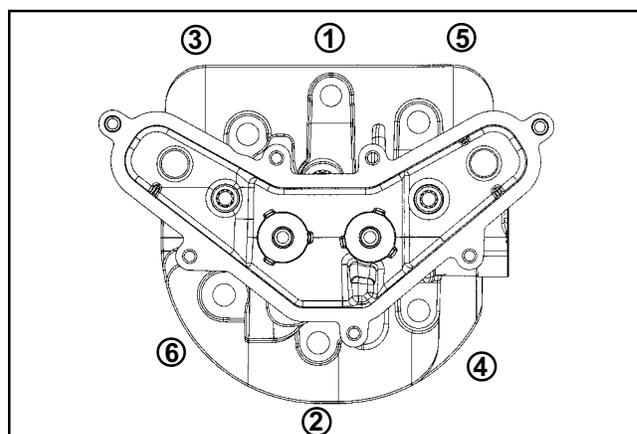

Figura 10-36. Sequenza di serraggio della testata.
6. Rispettando la sequenza illustrata in Figura 10-36, serrare le viti della testata in due fasi, prima a **20,5 N·m (180 in. lb.)**, poi a **41,0 N·m (360 in. lb.)**.